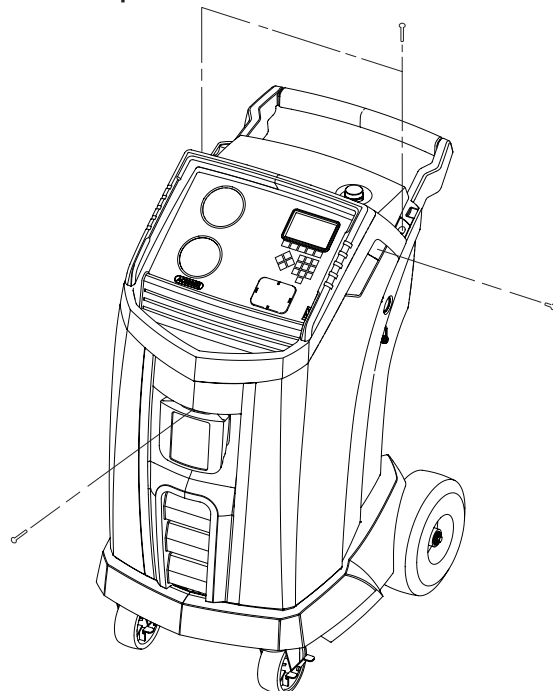

Figure 8
Éteignez la machine. Enlevez la bouteille d'huile. Retirez les quatre vis maintenant le capot de protection. Reportez-vous à la Figure 8.
2. Retirez les quatre vis maintenant le déflecteur. Voir Figure 8.